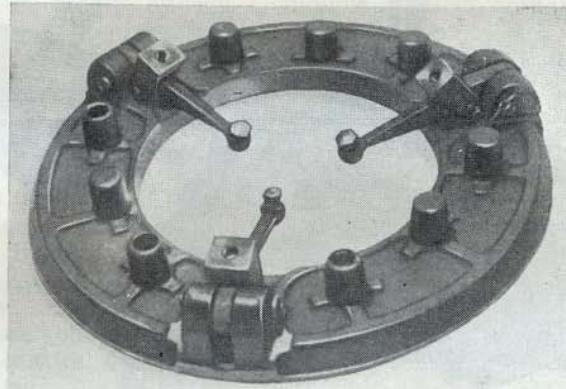

Рис. 69. Нажимной диск с установленными рычагами выключения сцепления
2. Вставить оттяжные рычаги в пазы нажимного диска согласно сделанным при разборке меткам, вставить пальцы рычагов (при этом цилиндрические оправки выйдут наружу) и зашплинтовать их (рис. 69).